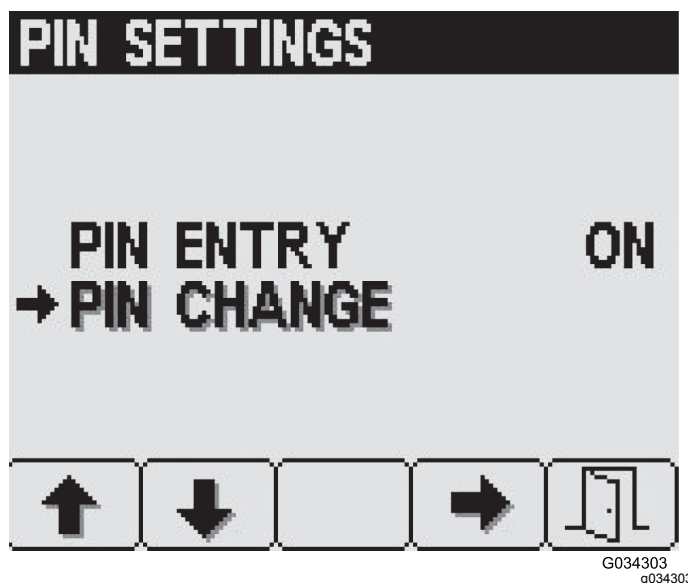

Figura 26
1. Premete il pulsante 1 o 2 per selezionare l'opzione MODIFICA PIN (Figura 26).
2. Premete il pulsante 4 per selezionare la voce MODIFICA PIN (Figura 26).